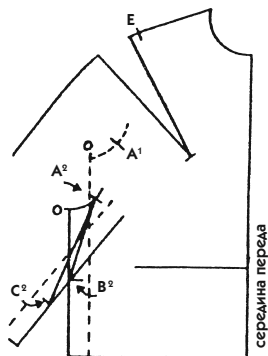

Рис. 740
1. Сделайте одинаковое расширение по боковому срезу лифа и нижнему срезу рукава в желаемых пропорциях (сплошные линии на рис. 740).
- Переведите нормальный надрез и не забудьте сделать закругление (на рис. 740 засечка  $A^1$  стала засечкой  $A^2$ ).